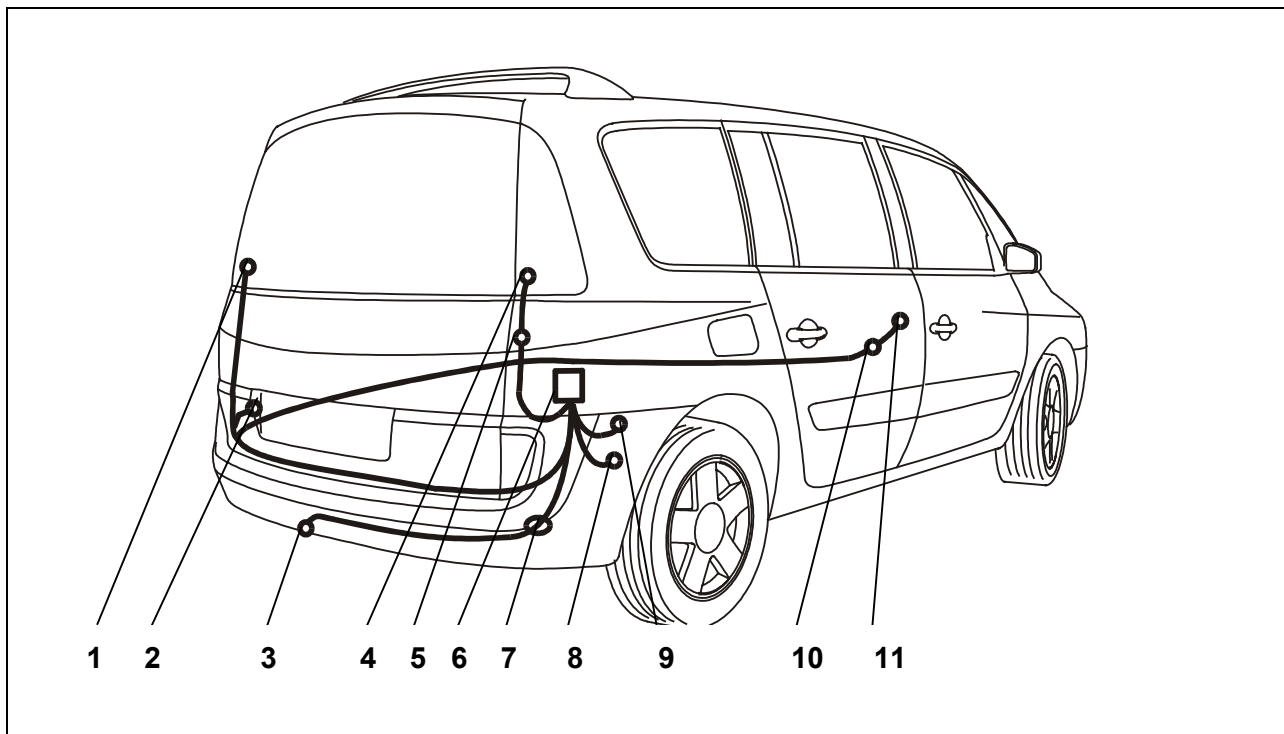

Fig. 1: schema di montaggio
3. Nei veicoli con EPH, accanto al passaggio dei cavi già presente eseguire un foro da 19 mm per il passaggio dei cavi in un punto adeguato nella zona posteriore (fig. 1/7).
Nei veicoli senza EPH utilizzare il foro di passaggio dei cavi già presente nella zona posteriore destra (fig. 1/7).
4. Infilare il terminale della presa del fascio di cavi attraverso questa apertura, partendo dal bagagliaio, verso l'esterno fino alla lamiera portapresa (fig. 1/3).
5. Infilare la bussola di gomma nel passaggio cavi (fig. 1/7).
6. Inserire la guarnizione della presa e collegare il fascio di cavi come da *schema occupazione presa* (fig. 1/3) ed avvicinare la guarnizione di gomma alla presa.
7. Fissare la presa al supporto (fig. 1/3) mediante le viti ed i dadi forniti.
9. Posare l'estremità finale del cavo con il conduttore grigio/rosso ed i corpi delle spine a 5 poli fino al fanale posteriore destro (fig. 1/4).
11. Posare l'estremità del cavo con il conduttore grigio/nero lungo la lamiera posteriore verso il fanale posteriore sinistro (fig. 1/1).